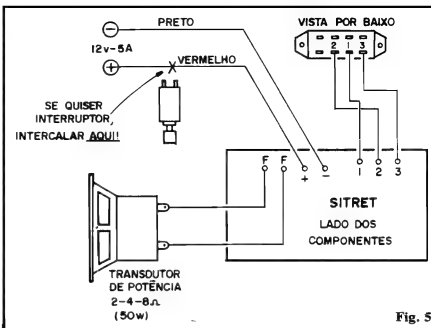
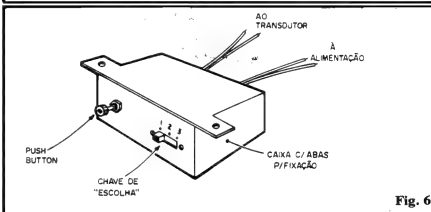

Fig. 5
Fig. 6
Em seguida, temos as ligações externas, entre a placa e a chave de seleção, a alimentação e o transdutor... Tais conexões estão nitidamente indicadas na fig. 5, que mostra a placa ainda pelo lado não cobreado (os componentes não são mais vistos porque, nesse estágio, não vem ao caso...). Observar a codificação das ilhas periféricas, destinadas a essas conexões externas, também na figura anterior (4). Os pontos que requerem cuidado referem-se às ligações à chave de seleção e a polaridade da alimentação (é bom usar o "velho código" de fio **vermelho** no **positivo** e **preto** no **negativo**...).
O "encaixamento" do circuito (ou seja: do módulo eletrônico, já que o transdutor certamente ficará **fora** da caixa...) dependerá de vários fatores, do tipo de utilização, do tamanho do dissipador acoplado ao transdutor de potência, etc. Na fig. 6 damos uma sugestão para **contêiner** destinado a uso automotivo (SITRET como buzina...). Uma pequena caixa padronizada, dotada de abas de fixação (para prendê-la sob o painel do carro...), com o **push-button** (ver fig. 5) e a chave de seleção no painel frontal. Os cabos para a alimentação e para o transdutor podem sair da traseira